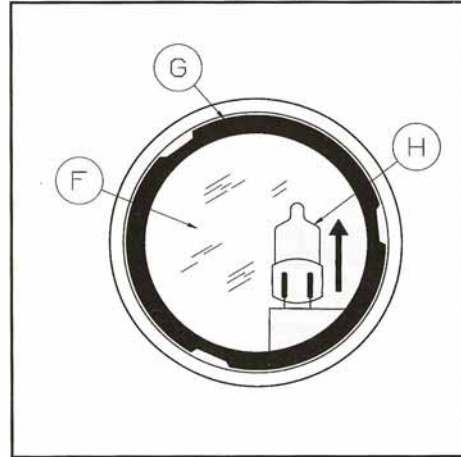

Fig. 7
Para realizar la sustitución de las bombillas halógenas, saque con cuidado el anillo interior (G) insertado a presión, y el cristal redondo (F). Extraiga la bombilla (H) en el sentido que indica la flecha, y cámbiela por una del mismo tipo y característica (12V - 20W). Recuerde no tocar la bombilla directamente con los dedos, ya que puede disminuir la vida de la bombilla (fig. 7)